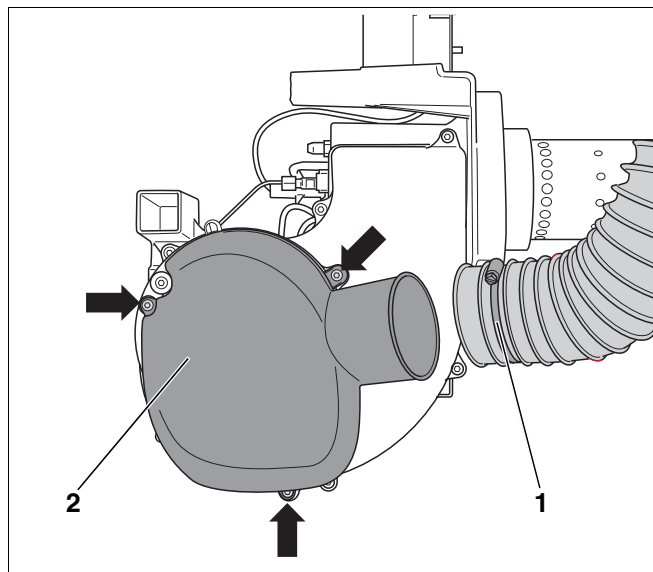
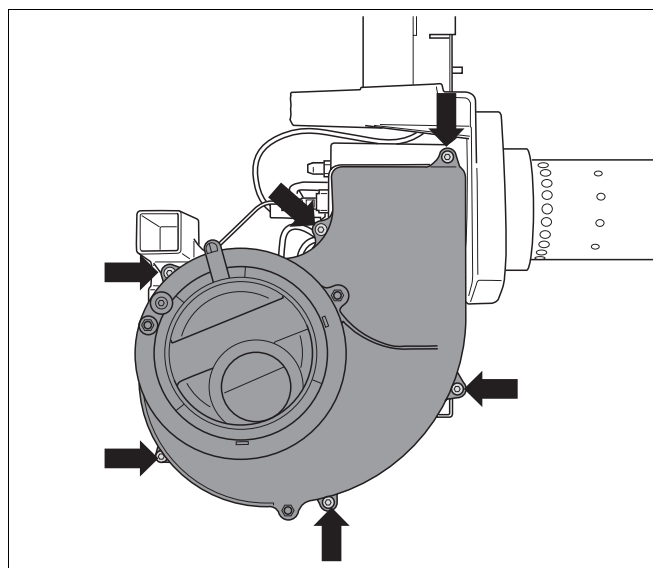

Рис. 28 Демонтаж глушителя на всасывании
Рис. 29 Демонтаж кожуха вентилятора
- Ослабить специальный хомут (рис. 28, поз. 1) на шланге подачи воздуха для горения при работе с забором наружного воздуха.
- Открутить крепежные винты (рис. 28, **указаны стрелками**) и снять глушитель на всасывании (рис. 28, поз. 2).
- Открутить шесть крепежных винтов (рис. 29, **указаны стрелками**) и снять кожух вентилятора.
- Закрепить кожух вентилятора (рис. 29) и глушитель на всасывании (рис. 28, поз. 1).
- Ослабить специальные хомуты (рис. 28, поз. 1) и снять шланг всасывания.